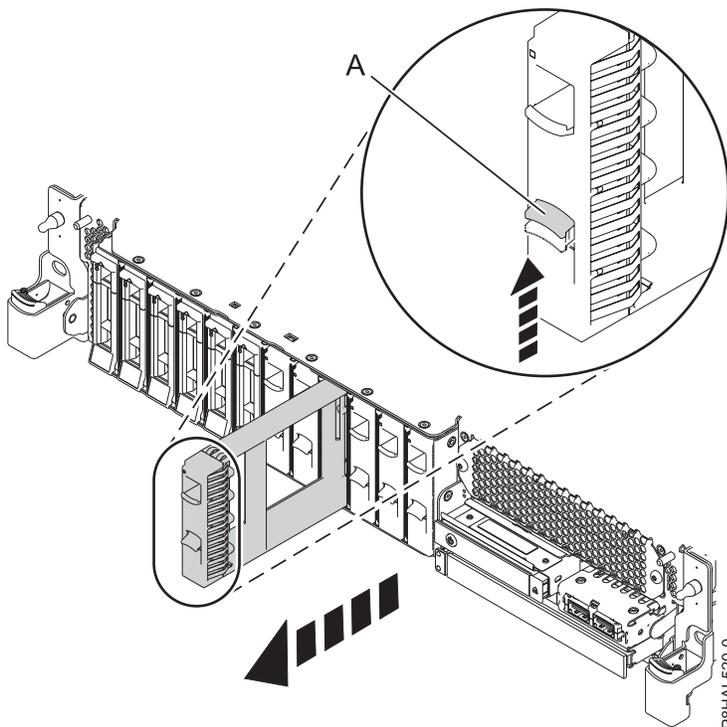

Abbildung 31. Plattenlaufwerk-Platzhalterelement ausbauen - System mit Basisfunktionen
- a. Schieben Sie die Sperre (**A**) am Griff des Platzhalterelements in die in Abb. 31 gezeigte Richtung.